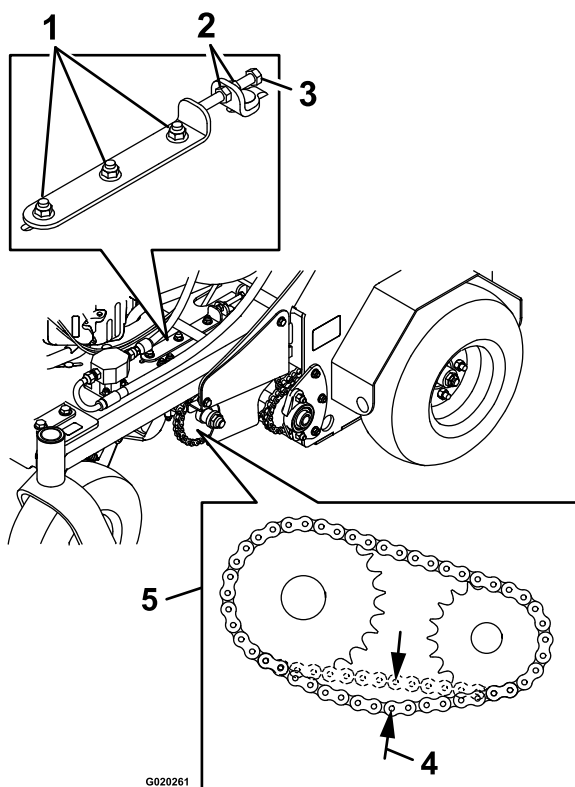

Figura 45
- En cada lado de la máquina, afloje las 3 tuercas y pernos que sujetan el soporte de la transmisión y la placa del tensor, y las dos tuercas que sujetan el perno de ajuste en la placa del tensor, según se muestra en la Figura 45.